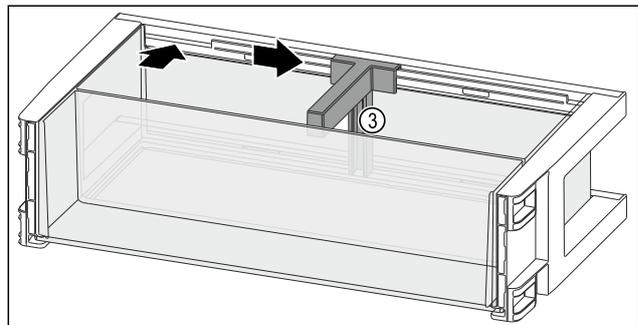

Fig. 99
- Flaschenhalter Fig. 99 (3) in die Aussparung einsetzen.
- Flaschenhalter Fig. 99 (3) in gewünschte Position zur Seite schieben.